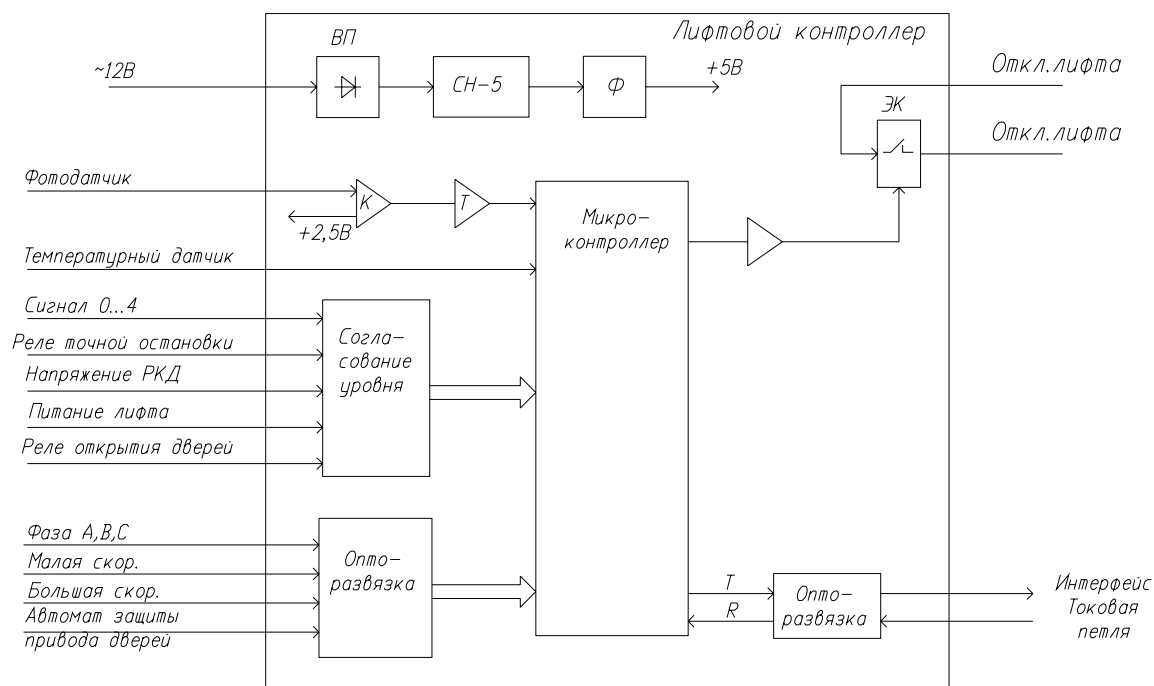

Рисунок 1 - Функциональная схема лифтового контроллера
- «Напряжение РКД» - напряжение от 80 до 130 В постоянного тока (см. рисунок 1). Используется сигнал с катушки реле «Реле контроля дверей»;